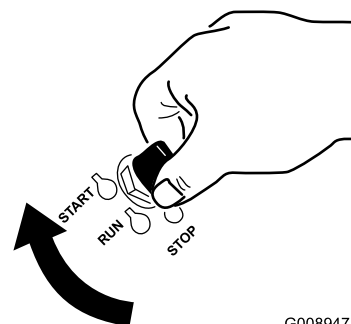

Figure 16
1. Tournez la clé de contact à la position de démarrage (Figure 16). Relâchez la clé quand le moteur démarre.
6. Tournez la clé de contact à la position de démarrage (Figure 16). Relâchez la clé quand le moteur démarre.